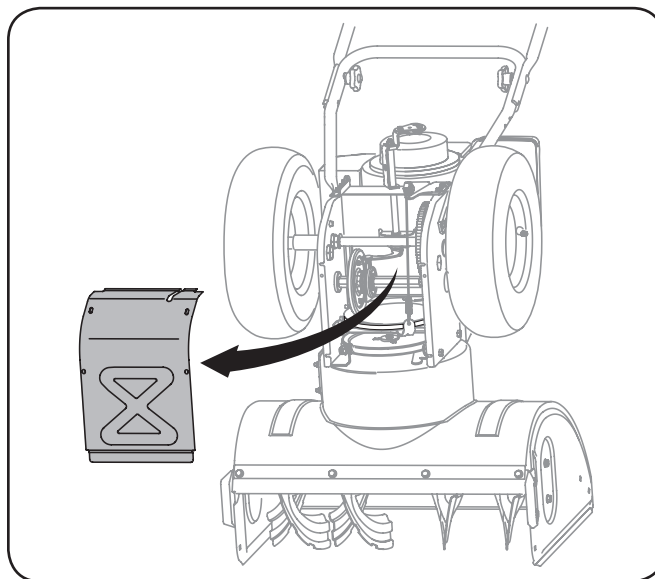

Figura 7-3
3. Saque la cubierta del marco desde debajo de la máquina quitanieve retirando los cuatro tornillos autorroscantes que la aseguran. Consulte la Figura 7-3 en la sección de Servicio.
5. Saque la cubierta del marco desde debajo de la máquina quitanieve retirando los cuatro tornillos autorroscantes que la aseguran. Vea la Figura 7-3.
5. Saque la cubierta del marco desde debajo de la máquina quitanieve retirando los cuatro tornillos autorroscantes que la aseguran. Consulte la Figura 7-3.